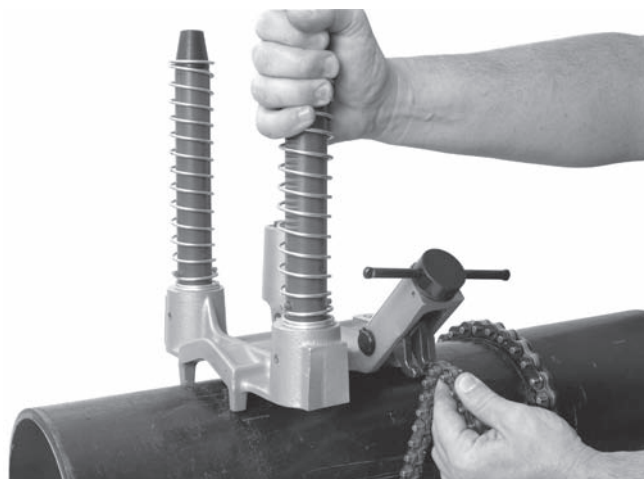

Figura 8 – Agățarea lanțului
4. Țineți întotdeauna cel puțin o mână pe ansamblul bazei pentru a-l stabiliza și a-l ghida. Apucați capătul lanțului și trageți-l strâns în jurul țevii. În timp ce trageți lanțul, este comprimat un arc la capătul dinspre prinderea lanțului. Agățați cel mai apropiat bolț de lanț pe cârligul lanțului – întinderea arcului va ajuta la menținerea prinderii lanțului de cârligul lanțului. Strângeți ferm ansamblul șurubului de acționare pentru a fixa ansamblu bazei pe țevă. (Vezi figura 8.)